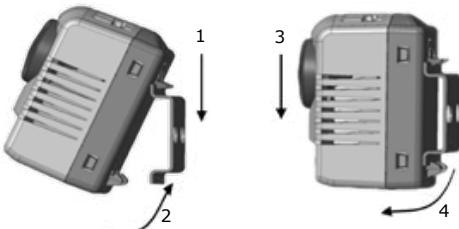

Рис. 2. Монтаж и демонтаж
- Крепление на стандартную 35 мм DIN-рейку (EN 60715) с помощью защелок (см. Рис. 2)